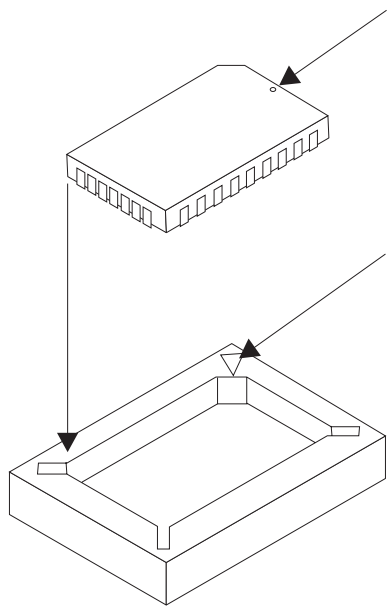

Figure 3-2. Positionnement des encoches
- 3 Un coin du module Flash n'est pas à angle droit. Placez-le en face de la flèche, comme l'indique la figure 3-2.